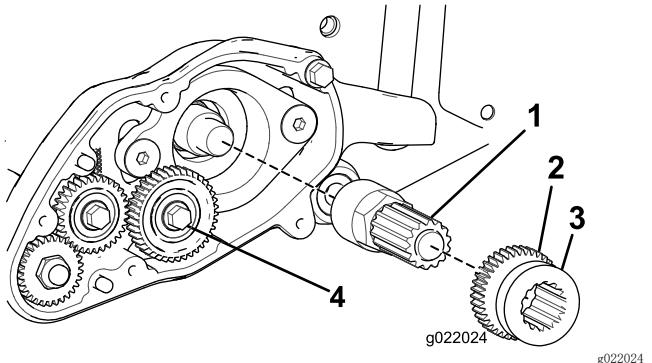

图11
- 将轴总成旋到滚刀轴延长件上（图11）。
- 在轴总成的外花键上涂抹合成润滑脂（随套件提供）（图11）。
- 将驱动齿轮滑动到轴总成上，滑动时凹槽向外（图11）。
- 安装 40 齿惰轮（图11）。